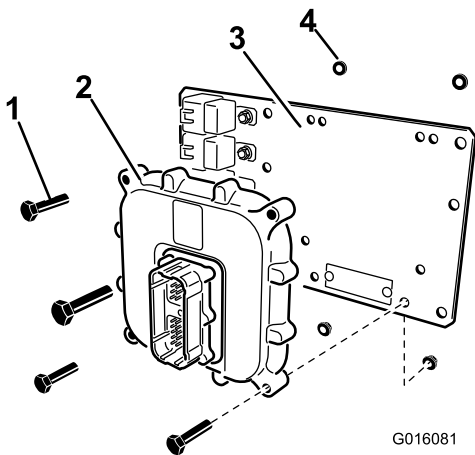

Figure 13
3. Fixez l'ECU à la plaque de montage avec 4 boulons (1/4 x 1-1/4") et 4 écrous à embase (1/4 pouce), comme illustré à la Figure 13.